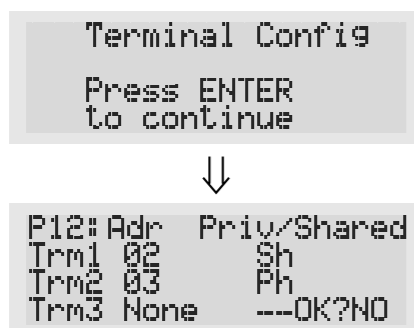

Fig. 5
- 再次按下 \leftarrow 按键，依次将显示如图5的内容；
- Pressing \leftarrow again displays the screens shown in Fig. 5, in sequence;